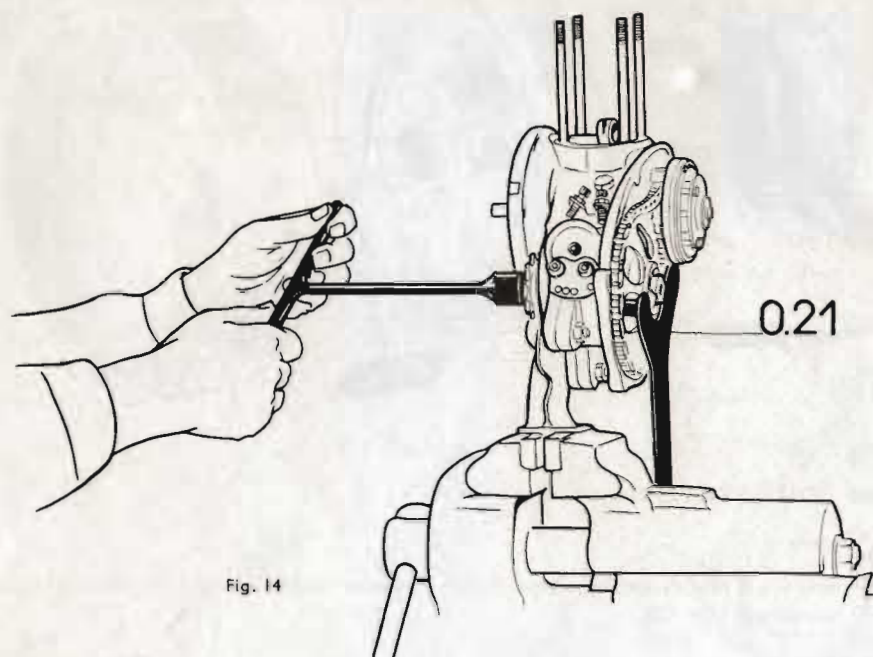

Fig. 14
- Immobiliser le pignon récepteur à l'aide de la griffe 0.21 placée sur ce pignon (fig. 14).